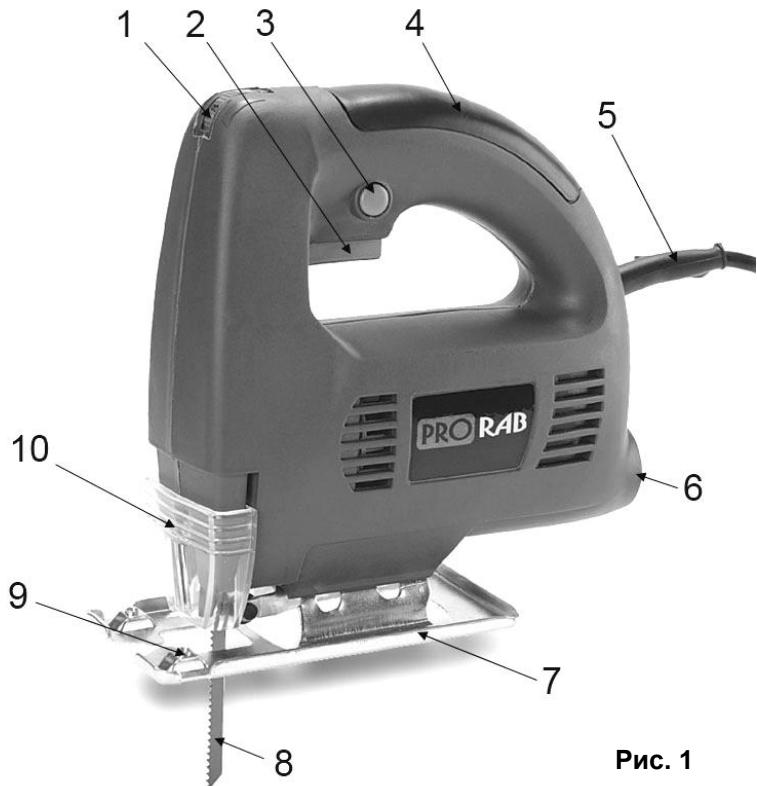

Рис. 1
- Защитный экран (10)(См. Рис.1) лобзика имеет специальное окно для быстрого доступа к фиксатору крепления пильного полотна.
- Возьмите пильное полотно (8)(См. Рис.1), так чтобы зубья полотна были направлены вперед.
- Для включения инструмента нажмите пусковую кнопку (2)(См. Рис.1).
- Для продолжительных операций нажмите кнопку фиксации (3) и отпустите выключатель.
- Для выключения инструмента отпустите пусковую кнопку (2). Для выключения инструмента при продолжительных операциях нажмите пусковую кнопку (2) еще раз и отпустите ее.
- Регулятор управления скоростью (1) применяется, чтобы установить требуемую скорость движения пильного полотна. Таким способом скорость может быть подобрана соответственно обрабатываемому материалу. Вращение колеса регулятора переключает режим скорости работы лобзика.